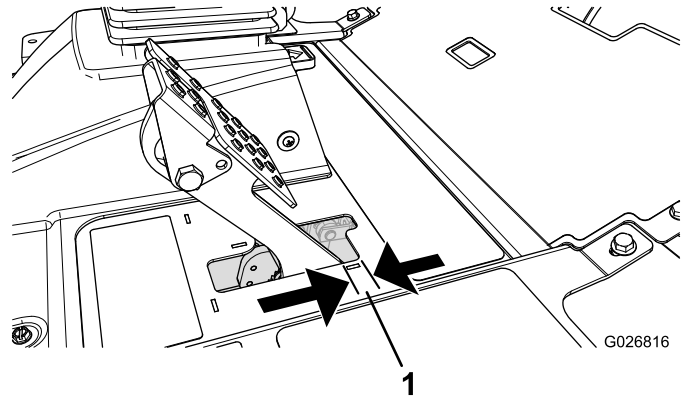

Bild 138
4. Betätigen Sie das Bremspedal leicht und messen Sie den Weg, den das Pedal ohne Widerstand zurücklegen kann (Bild 138).
Hinweis: Stellen Sie die Bremsen ein, wenn das Bremspedal mehr als 2,5 cm Spiel hat, oder wenn die Bremsen nicht mehr gut genug greifen (Bild 138).
- Ziehen Sie die hinteren Muttern an, um den Bremszug nach hinten zu bewegen, bis das Bremspedal ein Spiel zwischen 6 mm bis 13 mm aufweist (Bild 138), bevor die Feststellbremse die Räder blockiert.